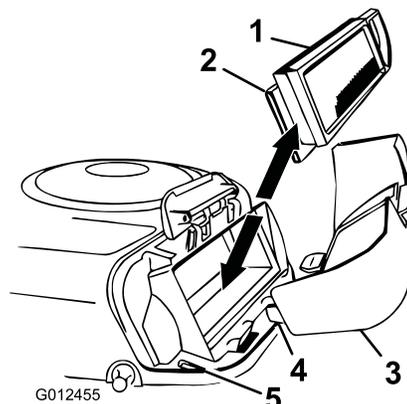

Figura 23
4. Estraiete con cautela l'elemento in schiuma sintetica e l'elemento di carta dal convogliatore (Figura 23).
2. Allineate le linguette del coperchio del filtro dell'aria con le fessure del convogliatore (Figura 23). Agganciate il manico sul coperchio, quindi premete sul manico per fissare saldamente il coperchio.